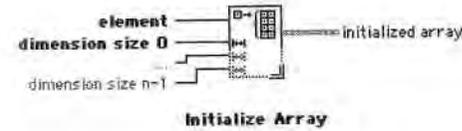

Рис. 7.14. Функция Инициализация массива
- функция **Инициализация массива** (Initialize Array) создает и заполняет все элементы n-мерного массива значением по вашему выбору (рис. 7.14). Вы можете изменить размерность массива растягиванием его границ инструментом перемещения («стрелка») для создания дополнительных1,